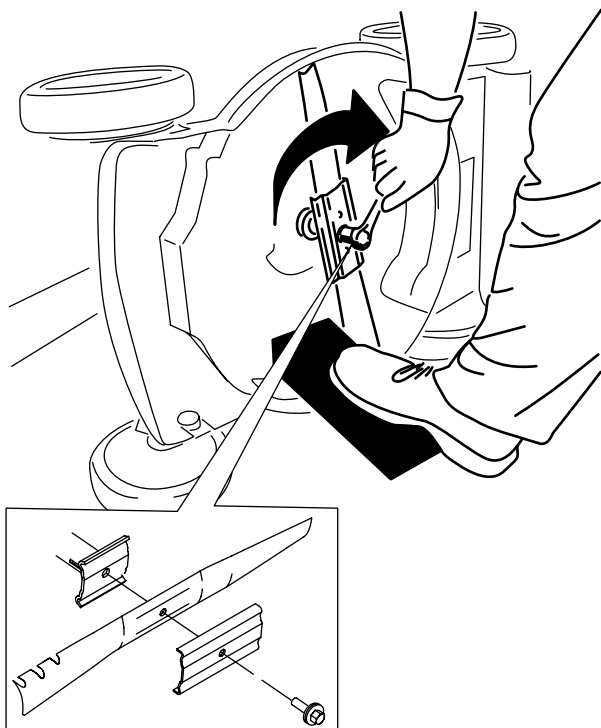

Bild 26
- Setzen Sie das neue Messer und alle Schrauben auf (Bild 26).